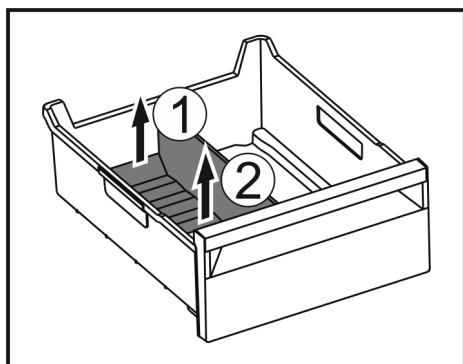

Fig. 221
- Hinteren Teil des Eisfach-Trenners anheben. Fig. 221 (1)
- Eisfach-Trenner nach oben entnehmen. Fig. 221 (2)